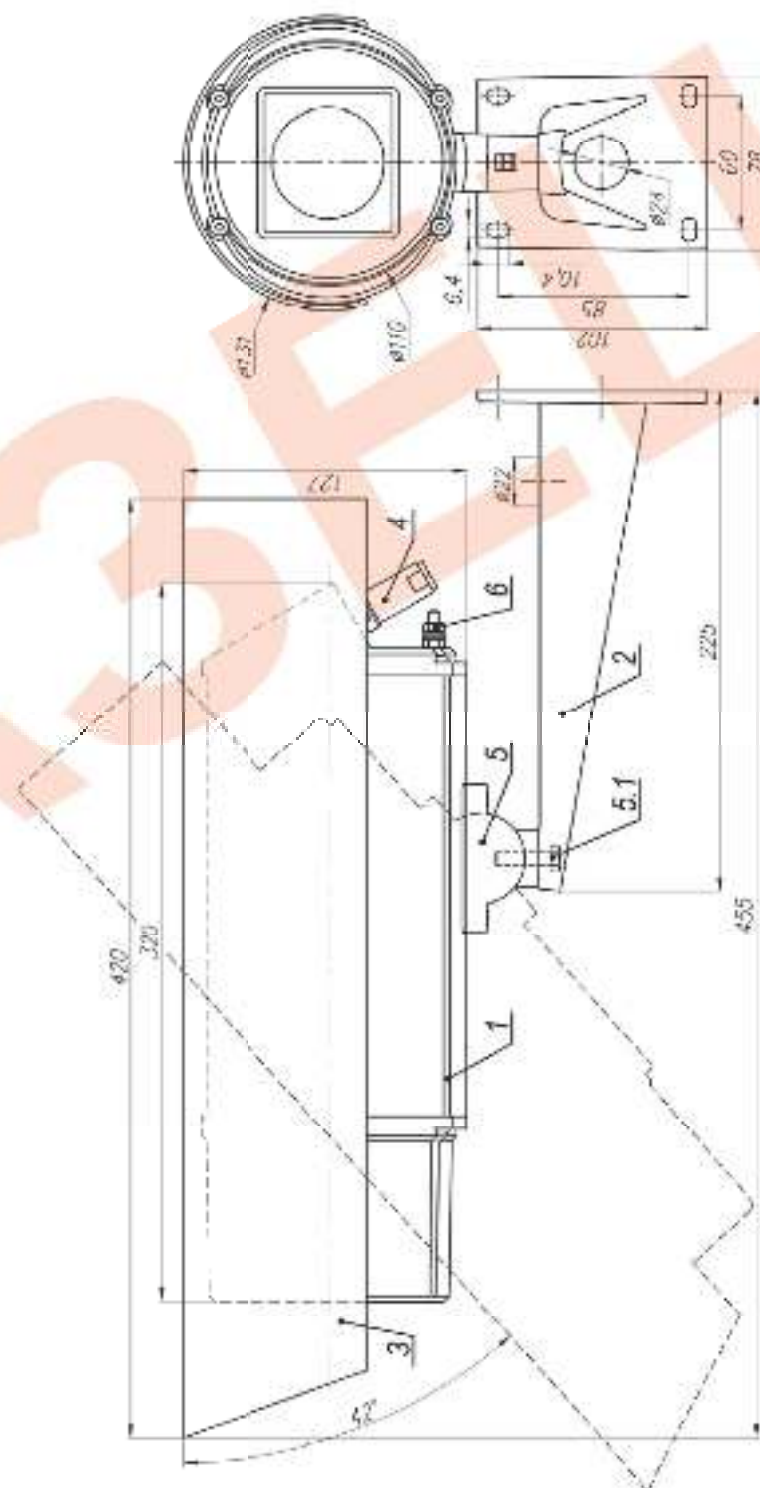

Рис. 1 Габаритные и установочные размеры ТВ-95 Р
3. Ослабив болт фиксации шарнира (поз.5.1 рис.1), установить гермобокс на нужное направление обзора, после чего надежно зафиксировать шарнир затянув болт.
4. Заземлить гермобокс с помощью болта заземления (поз.6 рис.1).
Состав изделия: (см. рис.1)